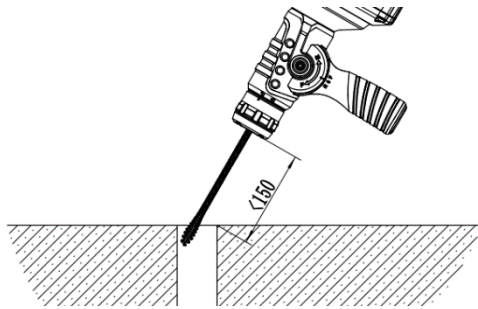

Abbildung 7
1. Bitte platzieren Sie den Werkzeugkopf in einem Abstand von weniger als 150 mm von der Rohröffnung entfernt. Wenn der Abstand größer ist, kann sich die flexible Welle verdrehen und verknoten. Ist die Distanz zu kurz, kann der Zustand der Welle schlecht beobachtet werden. (Abb. 7).